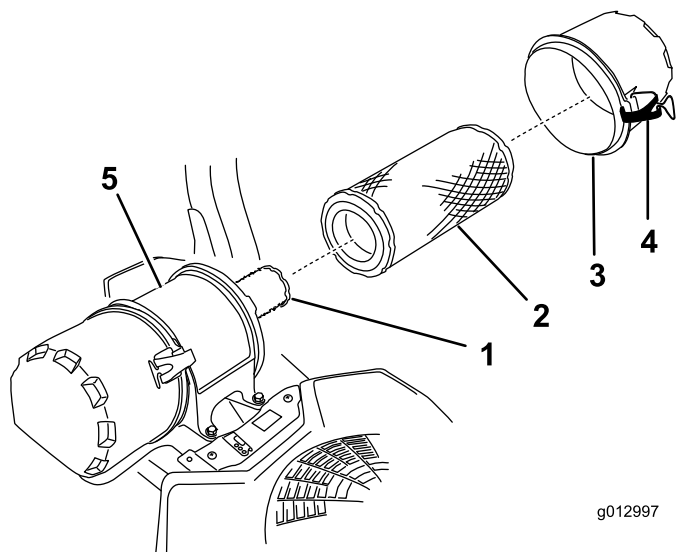

Figure 63
6. Ouvrez les dispositifs de verrouillage du filtre à air et détachez le couvercle du boîtier du filtre (Figure 63).
8. Sortez le préfiltre du boîtier du filtre avec précaution (Figure 63).
2. Si vous remplacez l'élément de sécurité, glissez-le avec précaution dans le boîtier du filtre (Figure 63).
3. Placez ensuite le préfiltre sur l'élément de sécurité avec le même soin (Figure 63).
4. Remettez en place et verrouillez le couvercle du filtre à air (Figure 63).